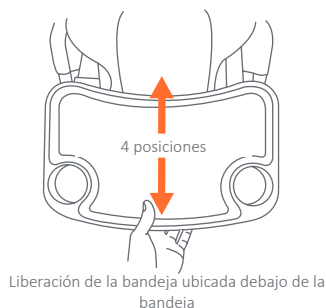

Fig. 8b
• Bandeja tiene **4 posiciones** de ajuste. Para ajustar la posición, presione la manija de liberación de la bandeja ubicada debajo de la bandeja y coloque la bandeja en la posición deseada (Fig. 8b). Suelte la manija de la bandeja. Verifique que la bandeja esté trabada en la nueva posición.